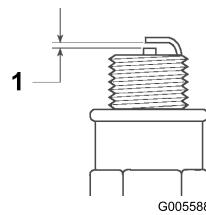

Figure 50
4. Réglez l'écartement entre les électrodes centrale et latérale à 0,76 mm (Figure 50).